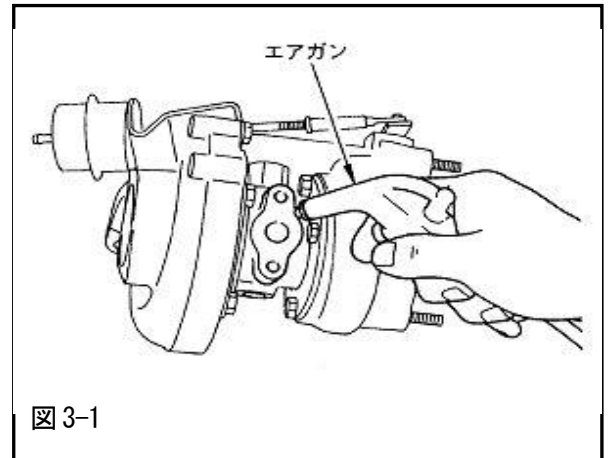

図 3-1
- ・ターボチャージャ Assy に取付けるフロントパイプ, サクションパイプ, ウォータライン, オイルラインにエアガンでエアブローを行ない、異物のないことを確認してください。(図 3-1)